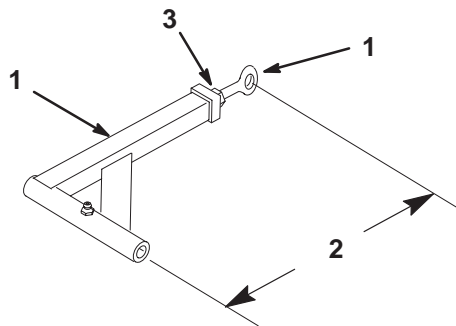

Figure 51
1. Desserrez l'écrou de blocage et tournez la rotule dans le sens anti-horaire, un tour à la fois (Fig. 51).
2. Réglez chaque côté de la même façon. La longueur nominale de chaque bras de poussée doit être de 389 mm (15-5/16") (Fig. 51).